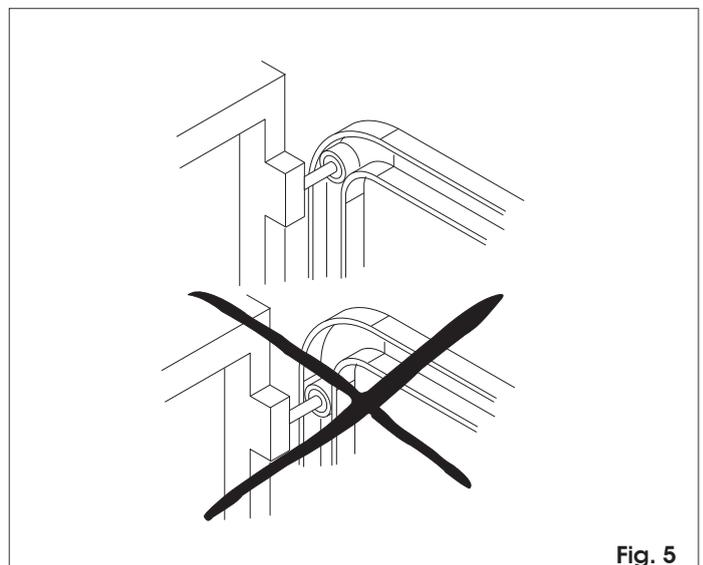

Fig. 5
- Sicherstellen, dass sich die obere Führungsrolle des Sektionaltors bei geschlossenem Tor im waagrechten Teil der Führung befindet (Abb. 5).